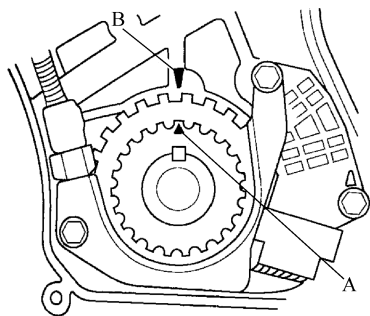

图 2-26 将正时带主动带轮定在 TDC 位置
- 2) 通过将正时带主动带轮齿轮上的 TDC 标记(A)与油泵上的指针(B)对齐, 把正时带主动带轮定在 TDC 位置, 如图 2-26 所示。